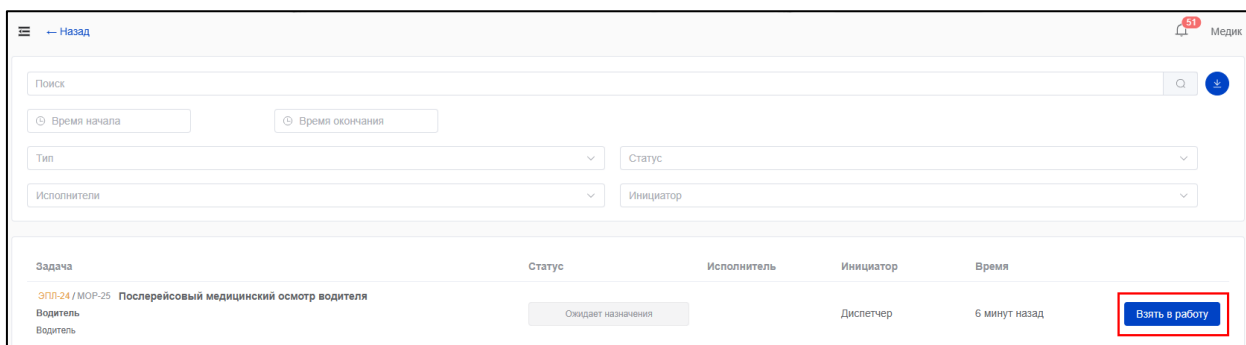
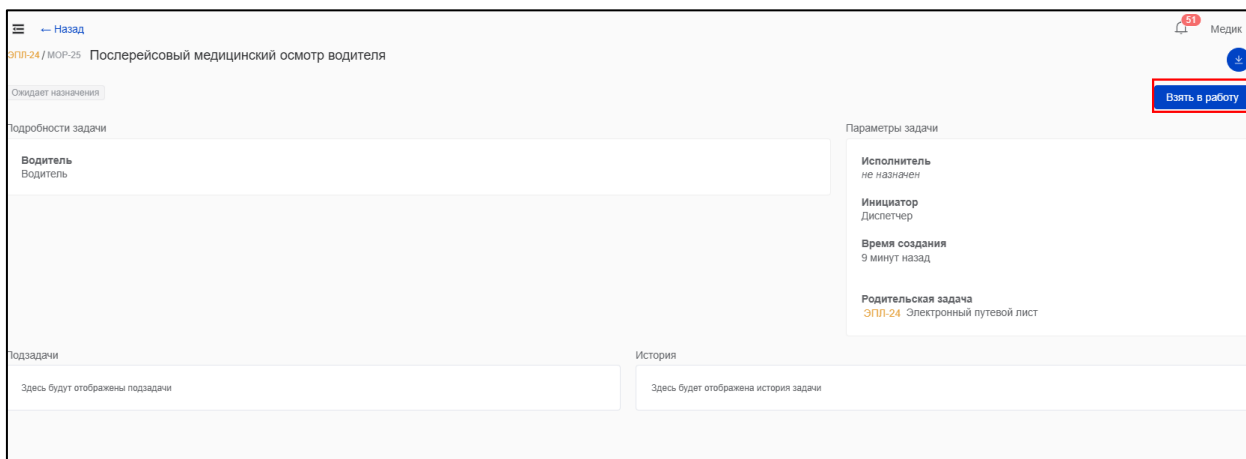

Рисунок 68 – Кнопка «Взять в работу» в списке задач
Рисунок 69 – Кнопка «Взять в работу»
2) В списке задач выбрать найденную задачу, которая будет назначена для выполнения текущему пользователю, и нажать для нее кнопку «Взять в работу» (Рисунок 68). Также можно нажать кнопку «Взять в работу» в интерфейсе открытой задачи (Рисунок 69).